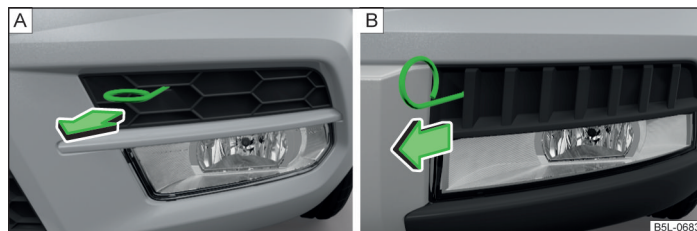

Fig. 197 Rejilla protectora: Variante 1 / Variante 2
- » Suelte la rejilla protectora en el sentido de la flecha » fig. 197 por medio del estribo para retirar los tapacubos integrales » página 235, *Equipo de herramientas a bordo*.